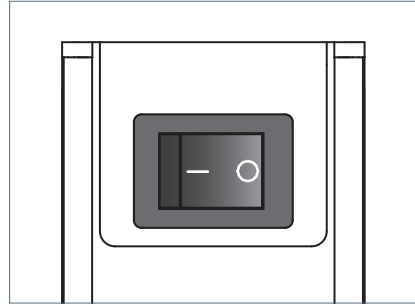

Fig. 4: Schalter.
- ▶ Drücken Sie den Schalter, siehe Fig. 4.